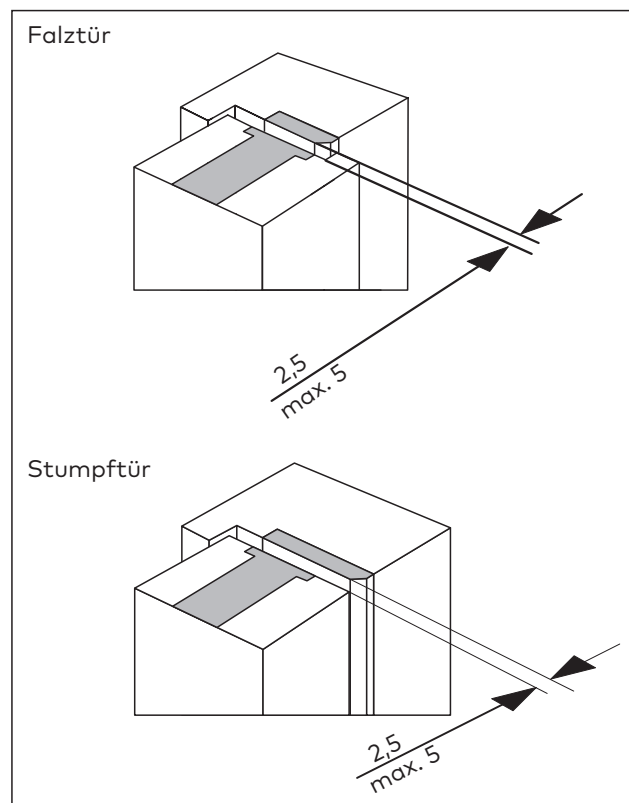

Abb. 32 Den Türspalt prüfen
1. Den Abstand zwischen Stulp und Schließblech (Abb. 32) messen. Falls erforderlich, den Türflügel oder die Türzarge justieren.